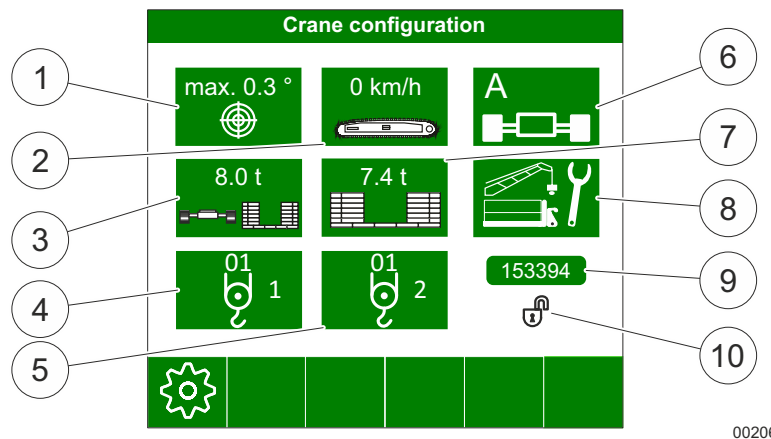

Fig. 37 Status de configuração
Se a capacidade de carga atual for maior do que uma determinada carga, o bloqueio de mudança de carga (10) em Fig. 37 impedirá que os parâmetros operacionais de LML sejam modificados. Quando o bloqueio de mudança de carga está ativo, é exibido um ícone de cadeado fechado. Quando o bloqueio de mudança de carga está inativo, é exibido um ícone de cadeado aberto.